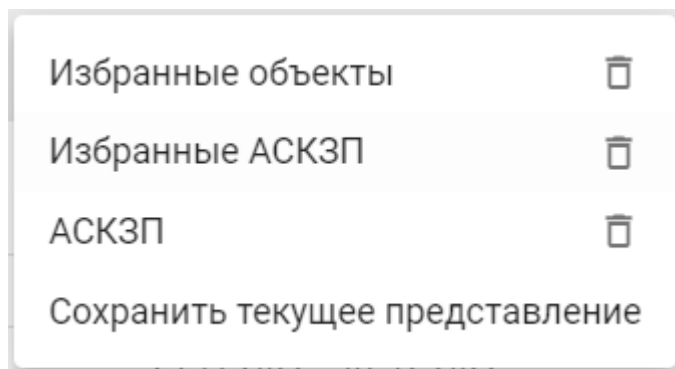

Рисунок 9 — Список сохраненных представления рабочей области и кнопка «Сохранить текущее представление».
4. Кнопка «Представления» позволяет сохранить настройки отображения данных в рабочей области – установленные параметры фильтрации и порядок отображения столбцов (рисунок 9).